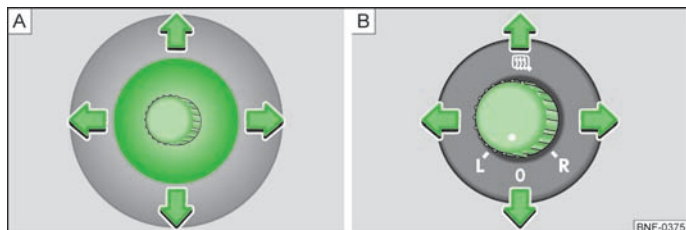

Fig. 32 Na porta, botão de ajuste / botão rotativo: para o retrovisor exterior manual / para o retrovisor exterior eléctrico
- Bom o botão de ajuste, regule a superfície do espelho para a posição pretendida » Fig. 32 - [A]. O movimento da superfície do espelho é idêntico ao movimento do botão de ajuste.
- Coloque o botão rotativo na posição ☼ » Fig. 32 - [B].
- Coloque o botão rotativo na posição L » Fig. 32 - [B]. O movimento da superfície do espelho é idêntico ao movimento do botão rotativo.